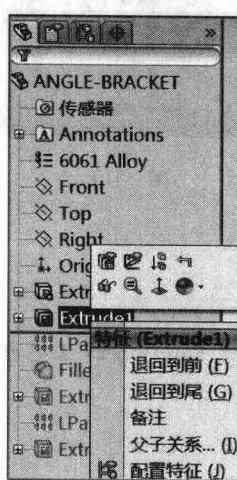

图 1-3
① 单击特征设计树中的【退回棒】。
② 选择特征对话框中的【退回到前】命令（图 1-3）。